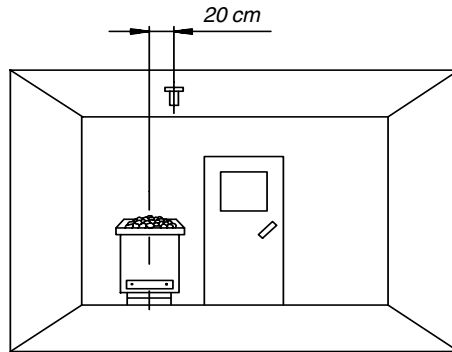

Abb. 6
Beachten Sie bitte, dass sich nachfolgende Maßangaben auf die Werte beziehen, die bei der Geräteprüfung nach EN 60335-53-2 vorgegeben wurden. Grundsätzlich muss der Ofenfühler an der Stelle montiert werden, an der die höchsten Temperaturen erwartet werden. Einen Überblick über den Montageort des Fühlers gibt Ihnen Abb. 6.
1. Der Ofenfühler wird in Kabinen bis zu der Größe 2 x 2 m gemäß Abb. 6 und 7, und in den größeren Kabinen gemäß Abb. 6 und 8 montiert.